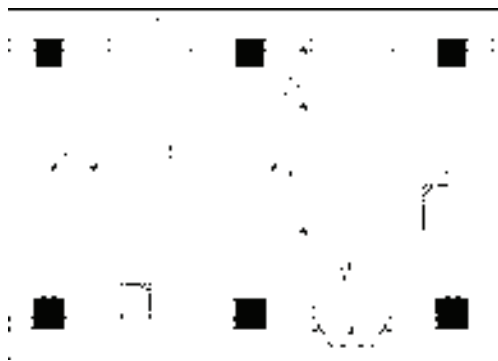

图 15-88 绘制水箱间
13) 绘制水箱间。调用“矩形”命令，绘制矩形并将矩形的线型更改为虚线，结果如图 15-88 所示。